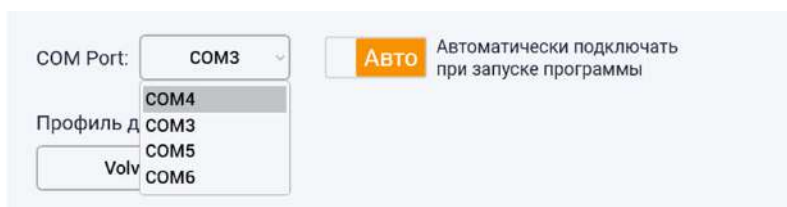

Рис.19 Подключение VRD-Server к программе VRD Control
3. Выберите из выпадающего списка COM Port, к которому подключен VRD-Server (см. рис.19).